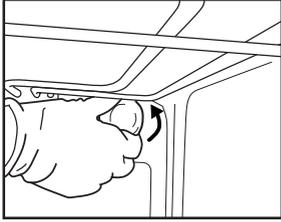
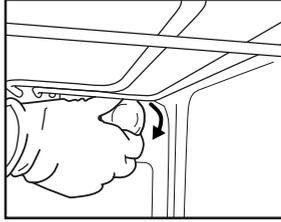

Fig. 6
Fig. 7
2. Dévissez le couvercle de l'ampoule (Fig. 6), remplacez l'ampoule (voir la remarque pour le type d'ampoule), puis revissez le couvercle de l'ampoule (Fig. 7).